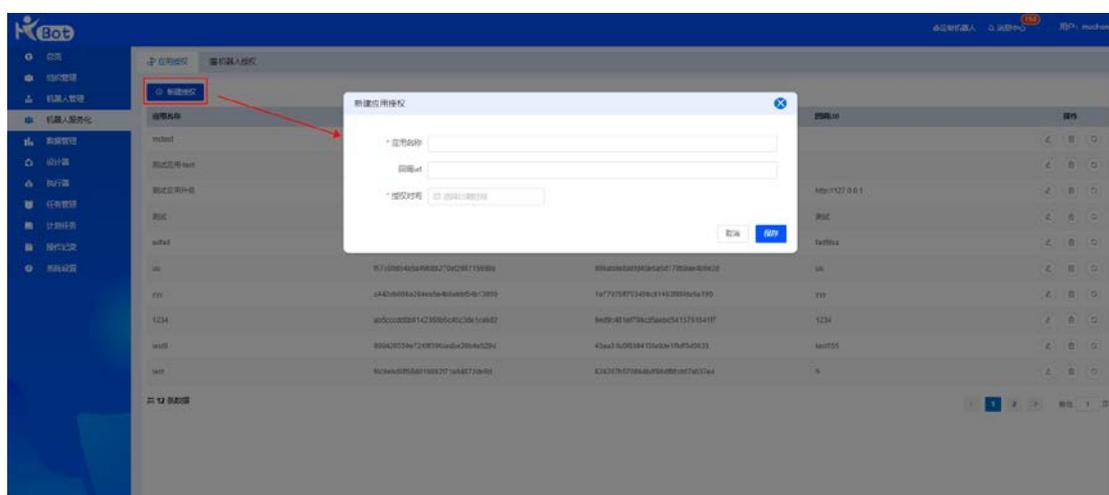

图 38
- 新建授权：创建“容器”，即第三方平台调用的机器人应用。如图 38。包括应用名称，回调 url、授权时间。